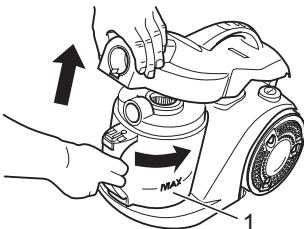

Abb. 16
- Leeren Sie den Staubbehälter spätestens, wenn die „Max“-Markierung (Abb. 16/1) erreicht ist oder die Saugwirkung nachlässt.
- Drücken Sie die Entriegelungstasten und öffnen Sie den Gehäusedeckel (Abb. 16).
- Drehen Sie den Staubbehälter ein wenig nach rechts (Abb. 16), um ihn zu entriegeln.